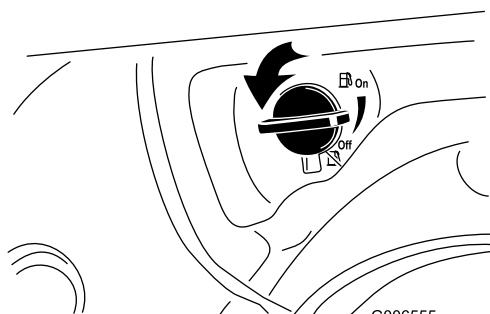

Figura 25
2. Rode a válvula de corte de combustível 1/4 de volta no sentido contrário ao dos ponteiros do relógio para a abrir (Figura 25).